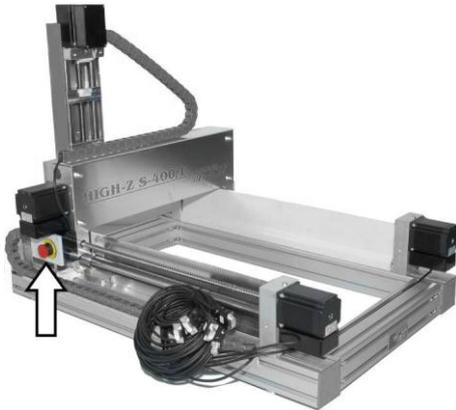

Abb. 2: Not-Aus-Taster an der Y-Brücke
- Not-Aus-Taster an der Y-Brücke (Abb. 2/Pfeil)